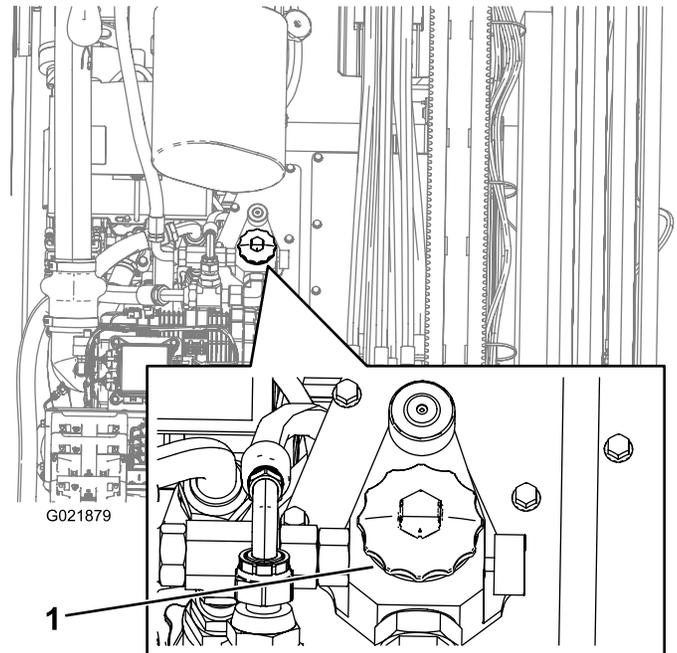

Bild 147
4. Öffnen Sie den Deckel des Hydraulikbehälters (Bild 147).
10. Stellen Sie eine Auffangwanne unter den Filter und entfernen den Filter (Bild 147).